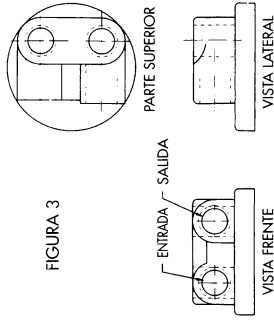
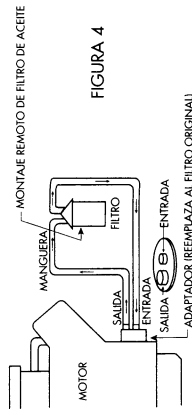

FIGURA 3
FIGURA 4
4. Sobre el adaptador del motor de (4) puertos (Figura 3), ensaque los tapones de 1/2" MTP en los dos puertos no utilizados.
6. Utilizando el adaptador de filtro remoto como plantilla, perforo (3) tres orificios de montaje de 1/8 de pulgada. Sujete con los tornillos para láminas metálicas que se proporcionan en el estuche.
8. Corte las mangueras a sus longitudes correctas. Lleve la manguera de la salida del adaptador del motor a la entrada del filtro remoto. Complete el ensamblaje de la manguera y apriete las abrazaderas. Vea la Figura 4.